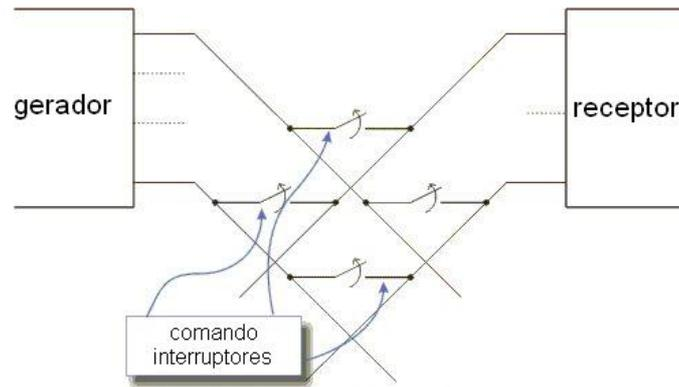

Figura 2
Nos semicondutores comandados existentes é possível actuar (através das tensões e correntes no terminal de comando) na evolução temporal das ligações entre o gerador e o receptor (figura 2). No entanto, é **NECESSÁRIO GARANTIR** que as interligações a estabelecer ou a interromper respeitam a teoria dos circuitos (leis de Kirchhoff, constituição dos elementos do circuito) e respeitam a continuidade da energia eléctrica nos elementos indutivos (L) e capacitivos (C) próprios do gerador e do receptor.